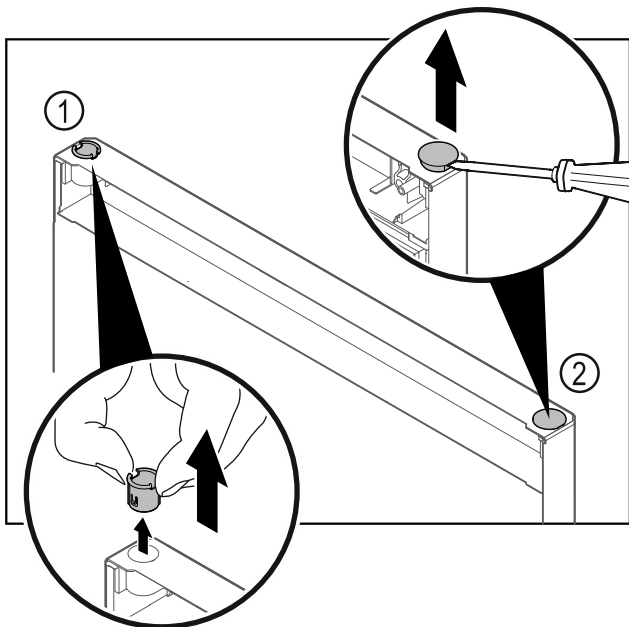

Fig. 26
- ▶ Витягніть шарнірну втулку Fig. 26 (1) пальцями.
- ▶ За допомогою шліцевої викрутки обережно підніміть заглишку Fig. 26 (2) та витягніть її.